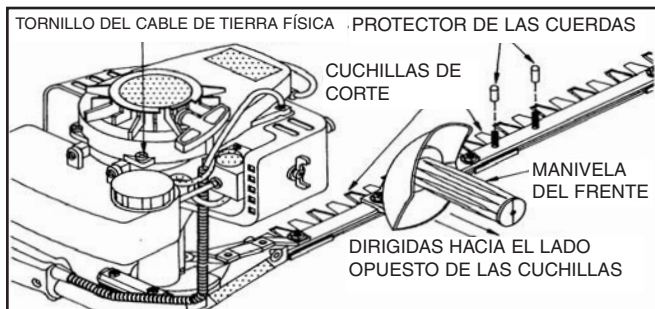

Ilustración 1
2. Coloque el manubrio del frente por encima de los vástagos de 1/4 pulg. – 28 que sobresalen del armazón de la barra frente a la carcasa del engranaje. La empuñadura del manubrio deberá estar dirigida hacia el lado opuesto de las cuchillas de corte según se ilustra (Ilustración 1). En la podadora Modelo 2230S apóyelo sobre los vástagos que se adapten en una posición que le sea más cómoda. Coloque los protectores de las cuerdas sobre el conjunto de vástagos que usted no haya seleccionado hasta este punto. Fije el manubrio en su lugar con el uso de las dos contratueras de 1/4 pulg., con brida que se han provisto. Las tuercas deberán apretarse lo suficiente para mantener fijo el manubrio, mas no demasiado apretadas como para que se dañe el material plástico.